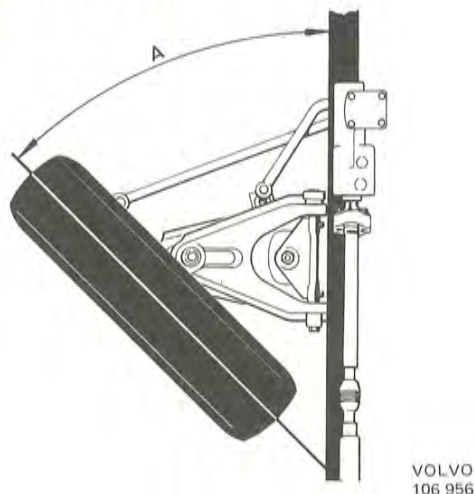

Bild 10. Inställning av max. hjulutslag
1. Vrid vänster hjul utåt (vänstersväng) mot stopp. Kontrollera hjulens vridningsvinkel enligt bild 10. Vid behov justeras till rätt värde med stoppskruven.